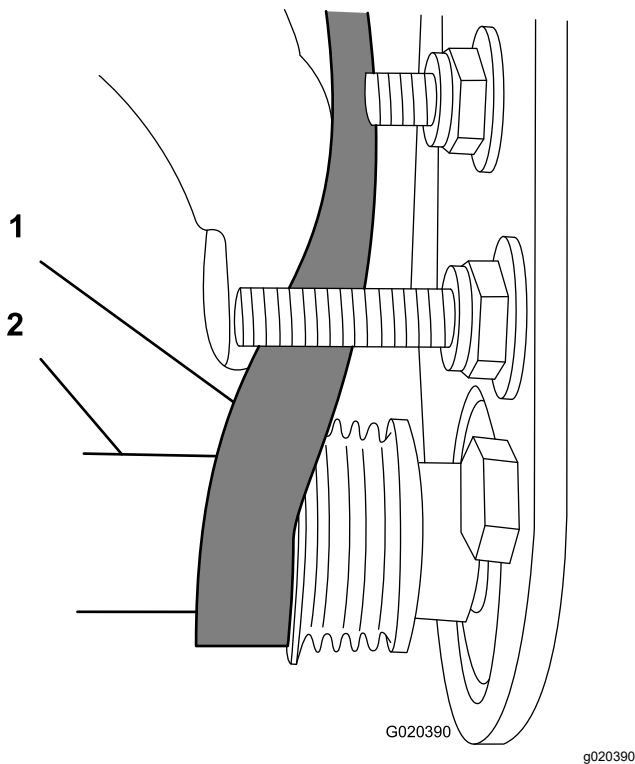

Figura 17
- Empiece a colocar la correa en la polea arrastrada (Figura 17).
- Utilice una llave de vaso profundo de 9/16" para girar el conjunto del cepillo y guiar la correa sobre la polea arrastrada (Figura 17).